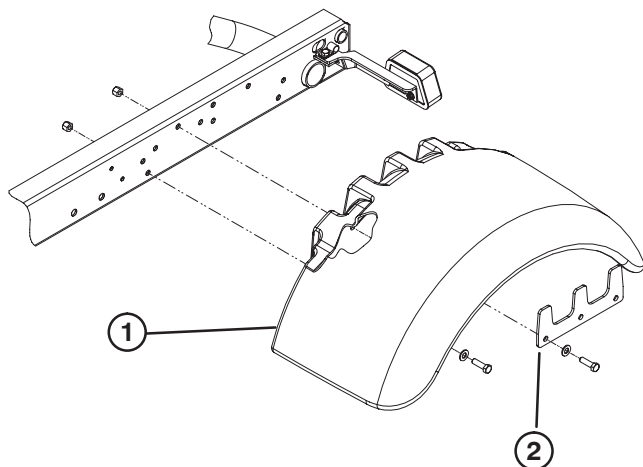

Figura 2
4. Fije provisionalmente un guardabarros a cada lado del bastidor con una placa de apoyo, 5 tornillos de caperuza de 3/8–16 x 1,25 pulgadas de longitud, arandelas de 0,406 pulgadas D.I. y 4 contratuercas, según muestra la figura 2. Existe una tuerca soldada para la fijación de cada tornillo de caperuza trasero.